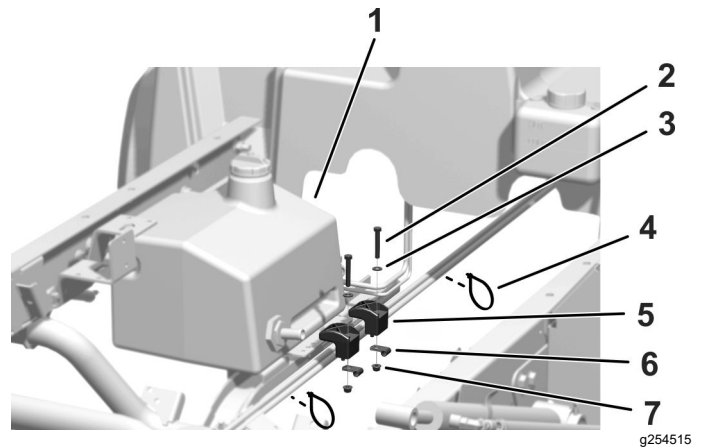

Figure 9
- Fixez le bas du réservoir hydraulique au renfort de châssis à l'aide de 2 colliers de réservoir, 2 petits colliers en P, 2 vis (5/16" x 2"), 2 rondelles plates (11/32") et 2 écrous à embase (5/16"), comme illustré Figure 9.
- Fixez les câbles en place avec les 2 serre-câbles (Figure 9).